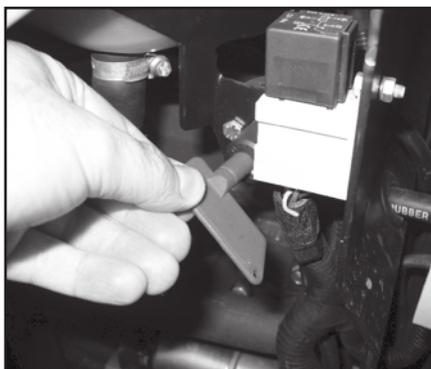

Fig. 5.16.3
- Ruotandolo ancora in senso antiorario, il commutatore si sgancia ed è possibile rimuoverlo (Fig. 5.16.3).